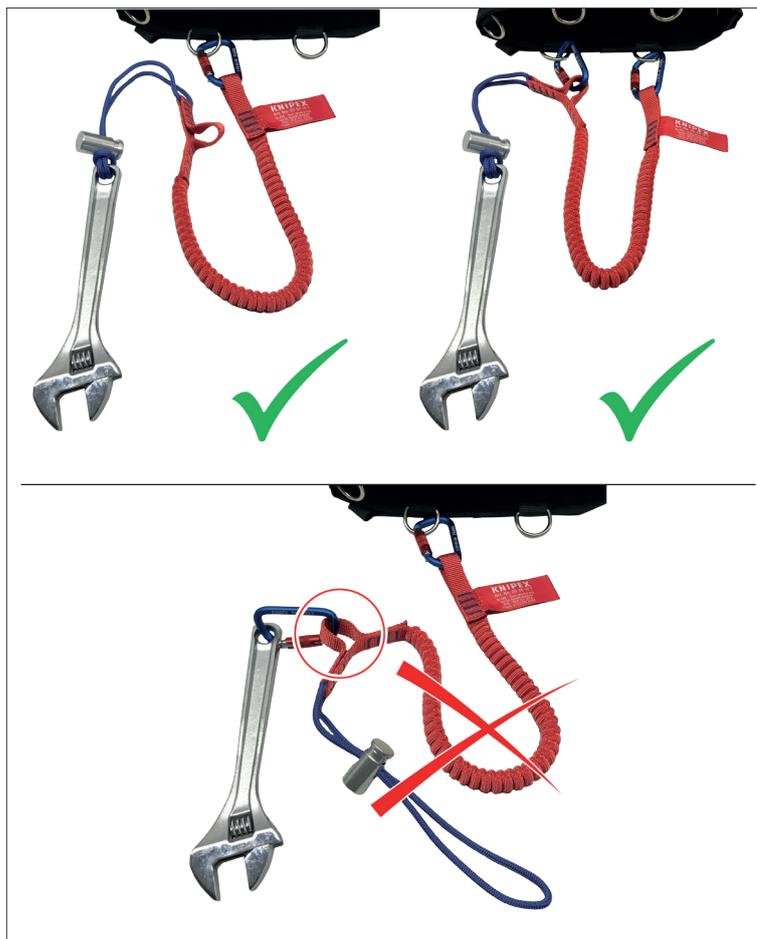

Figure 12: Liaison raccourcie
- N'utilisez jamais le passant de ceinture plate pour réaliser des liaisons raccourcies (voir la figure 12).
Ce passant de ceinture plate destiné aux liaisons raccourcies ne doit jamais être utilisé pour la protection antichute d'un outil (voir la figure 12).